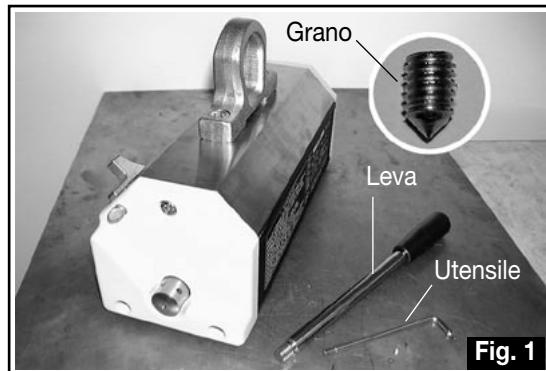

Fig. 1
A) Estrarre il sollevatore dall'imballo e posizionarlo su una piastra di ferro. (Fig. 1)
B) Estrarre il dispositivo di comando del sollevatore (leva) il grano di fissaggio e l'apposito utensile dall'imballo. (Fig. 1)